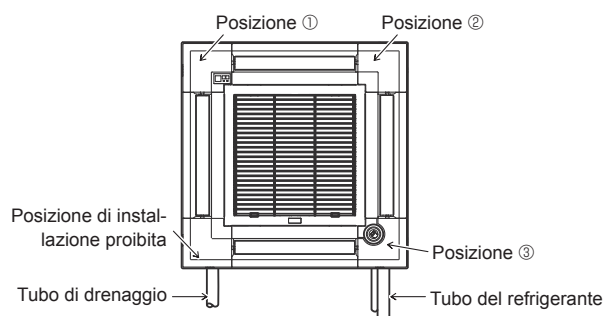

Fig. 9-11
Il pannello angolare del ricevitore di segnale non può essere installato sul lato del tubo di drenaggio per l'unità principale. (Fare riferimento alla Fig. 9-11)
- Il pannello angolare i-see sensor deve essere fissato alla griglia ① con la vite ③.
- * Se la posizione dell'i-see sensor è stata cambiata dalla posizione predefinita (posizione ③) in un'altra, modificare le impostazioni della funzione. (Fare riferimento a pagina 108 e alla Fig. 9-11)
- Il pannello angolare i-see sensor non può essere installato sul lato del tubo di drenaggio per l'unità principale. (Fare riferimento alla Fig. 9-11)